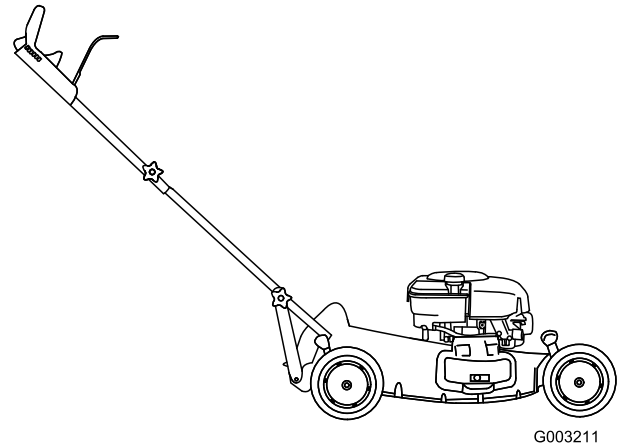

Figure 6
5. Rabattez le guidon en arrière (Figure 6).